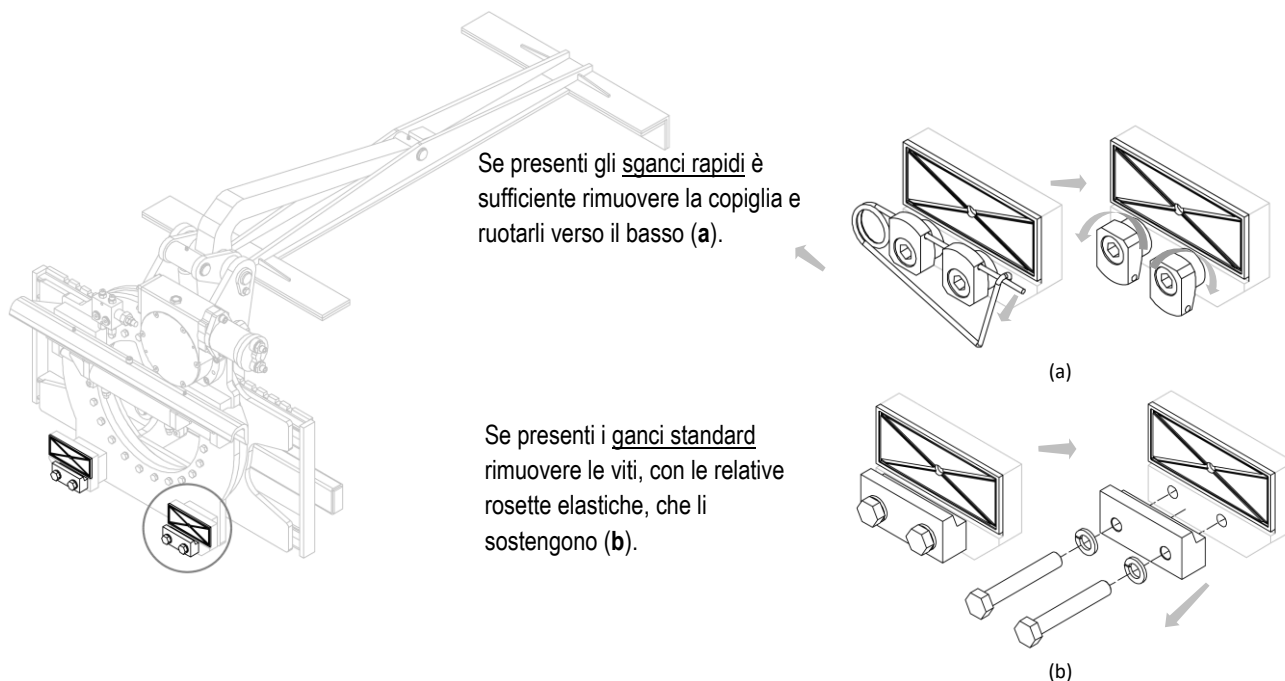

Figura 7
5. Rimuovere i ganci inferiori dall'attrezzatura e ingrassare i lardoni di scorrimento (vedi *Figura 7*).
2. Rimuovere i ganci inferiori dalla struttura (vedi *Figura 2 e Figura 7 a pag.10 e 15*).